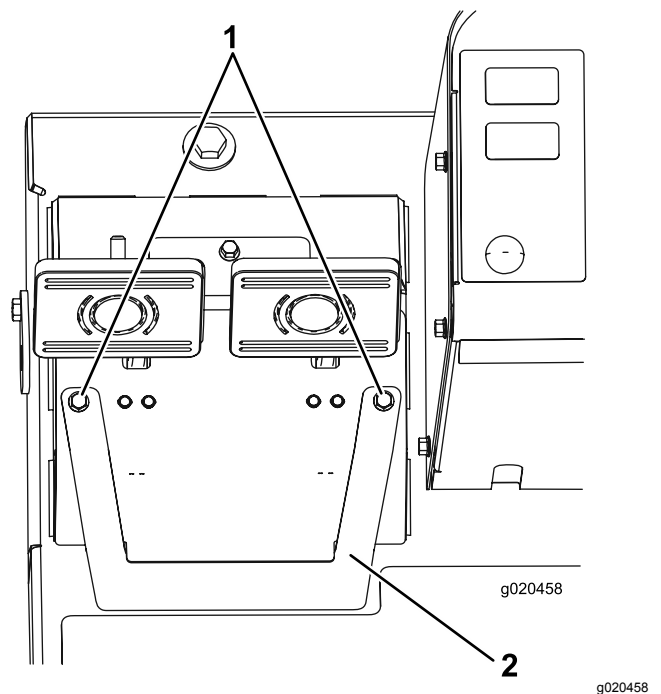

Bild 94
- A. Lösen Sie die zwei Befestigungsschrauben und nehmen die Bremseinstellabdeckung ab (Bild 94).